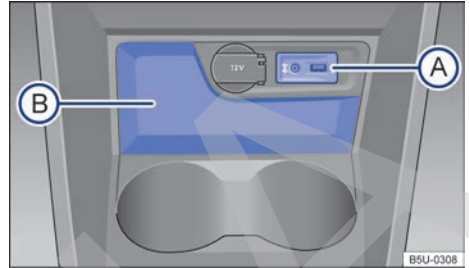

Fig. 109 En la consola central delantera: portaobjetos.
En la consola central delantera hay un portaobjetos abierto → fig. 109 (B).